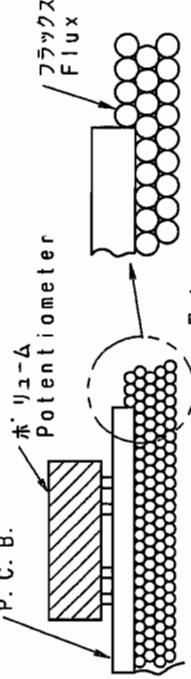

Fig. 1
(1) レバー位置 0.83±0.01 (余裕式)
(2) フラックス比重 0.83±0.01 (余裕式)
(3) フラックス高さ フリント基板の板厚の半分の位置にフラックスの上面が接するレベル (図1)
A level of the upper face of flux for reaching the position at a half of the plate thickness of printed board. (Fig. 1)